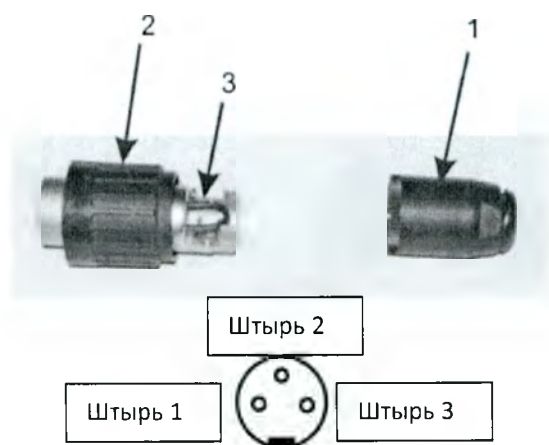

Рис. 33. Сборка коннектора дистанционного блокиратора.
Подключение осуществляется следующим образом (Рис. 33)
- Отвинтите черную крышку 1 от коннектора 2 (рис. 33).
- Выньте замыкатель между двумя штырьками коннектора (указатель 3 на рис. 33).
- Возьмите два провода кабеля, подключенные к дистанционному блокиратору на двери, пропустите их через черную крышку коннектора и припаяйте их к двум штырькам (штырьки 1 и 3), там, откуда вы до того сняли замыкатель. (рис. 33).